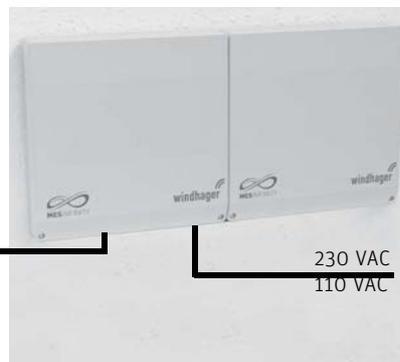

Fig. 93 Moduli funzionali (regolazione MES INFINITY) montaggio a parete
- essere montati a una parete (Fig. 93) – punto 3.2.1 oppure